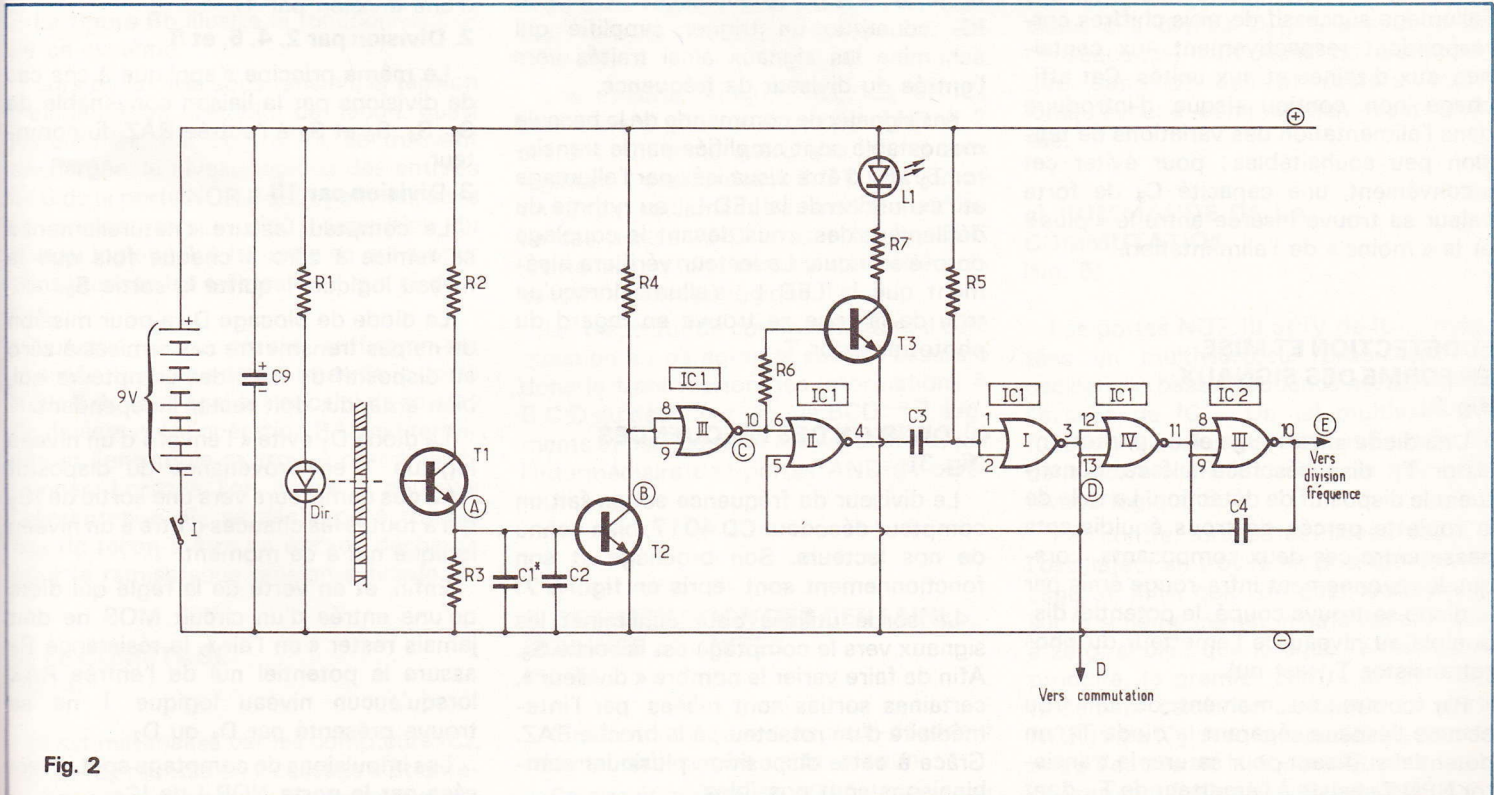

Fig. 2
a) ALIMENTATION... ET ÉCONOMIE D'ÉNERGIE (fig. 2)
b) DÉTECTION ET MISE EN FORME DES SIGNAUX (fig. 2)